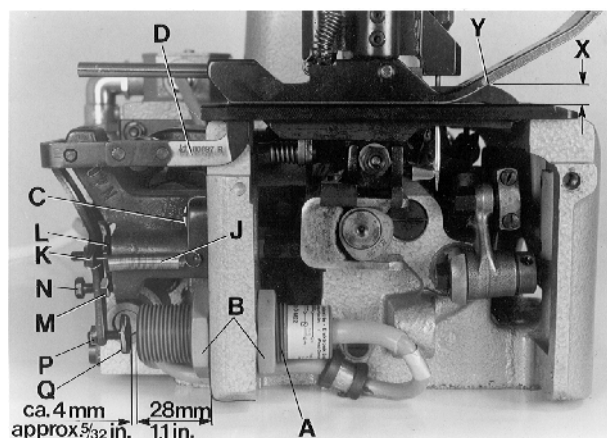
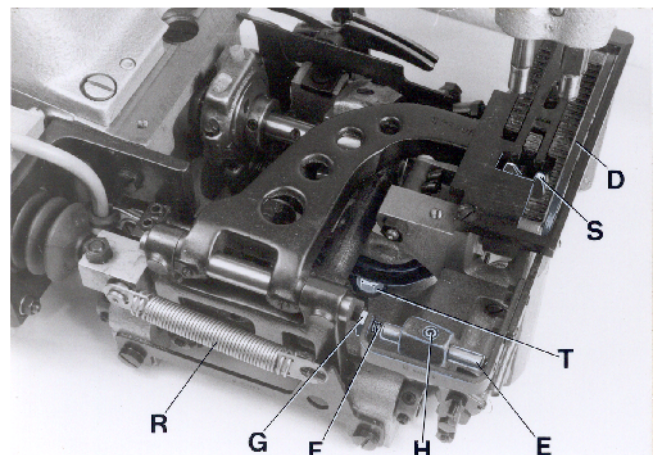

Fig. 14
Fig. 15
Remove cloth plate and left end cover. Mount the electronic proximity switch (A, Fig. 14) to the dimension of 28 mm (1.1"), as shown in Fig. 14.
The feeler (D, Figs. 14 and 15) is adjusted initially with the two fastening screws (C, Fig. 14) for the feeler support bracket.
The feeler (D, Figs. 14 and 15) should not have any lateral play but should turn readily. For this, adjust the centering shaft (E, Fig. 15) with centering screw (F) and lock nut (G) accordingly.
Loosen screw (H, Fig. 15) and center the feeler (D) in the throat plate and presser foot slot, by moving the centering shaft (E) laterally. The feeler must turn readily. Retighten screw (H).
Hang in tension spring (J, Fig. 14).
The feeler should be set as high as possible. The dimension (X, Fig. 14) between upper throat plate surface and upper edge of feeler at the bag entrance zone, should not be less than 7 mm (.275") on styles 80800R, RL, S and SL, and not less than 7.5 mm (.295") on styles 80800TL, TAL, U, UA, UL and UAL.
For adjustment loosen nut (K, Fig. 14) and turn-off screw (L), so that the head of screw does not contact the magnet in the feeler support bracket. Loosen nut (M) and turn the feeler stop screw (N) in or out, as required, to adjust the correct feeler height.
NOTE: When the presser foot rests on the throat plate (feed dog below throat plate), the distance between upper edge of feeler and lower edge of the feeler slot cut-out in the presser foot (see Y, Fig. 14) should be approx. 1 mm (.040") on styles 80800R, RL, S and SL, and approx. 2 mm (.080") on styles 80800TL, TAL, U, UA, UL and UAL.
Secure the set feeler height with lock nut (M, Fig. 14).
Entfernen Sie die Stoffplatte und das linke Abschlußblech. Montieren Sie den elektronischen Annäherungsschalter (A, Fig. 14), wie in Fig. 14 gezeigt, auf das Maß 28 mm.
Mit den beiden Befestigungsschrauben (C, Fig. 14) für den Taster-Lagerbock wird der Taster (D, Fig. 15 und 15) vorläufig ausgerichtet.
Der Taster (D, Fig. 15 und 15) darf kein seitliches Spiel haben, muß sich aber ganz leicht drehen. Stellen Sie dazu die Zentrierachse (E, Fig. 15) mit dem Zentrierstift (F) und die Zentrierachse (E, Fig. 15) mit dem Zentrierstift (F) und der Kontermutter (G) entsprechend ein.
Lösen Sie die Schraube (H, Fig. 15) und vermitteln Sie den Taster (D) durch seitliches Verschieben der Zentrierachse (E) im Stichplatten- und Drückerfußschlitz. Der Taster muß sich frei bewegen können. Ziehen Sie die Schraube (H) wieder an.
Hängen Sie die Zugfeder (J, Fig. 14) ein.
Der Taster soll so hoch wie möglich eingestellt sein. Das Maß (X, Fig. 14) zwischen Stichplattenoberfläche und Tasteroberkante in der Sackeinlaufzone darf bei den Maschinen 80800R, RL, S und SL nicht kleiner als 7 mm und bei den Maschinen 80800TL, TAL, U, UA, UL und UAL nicht kleiner als 7,5 mm sein.
Zur Einstellung lösen Sie die Mutter (K, Fig. 14) und drehen die Schraube (L) soweit zurück, daß der Schraubenkopf den Magneten im Taster-Lagerbock nicht berühren kann. Lösen Sie die Mutter (M) und drehen Sie die Taster-Anschlagschraube (N) entsprechend ein oder aus bis die richtige Tasterhöhe erreicht ist.
BEACHTEN SIE: Wenn der Drückerfuß auf der Stichplatte aufliegt (Transporteur unter der Stichplatte), soll zwischen Oberkante Taster und Unterkante Tasteraussparung im Drückerfuß (siehe Y, Fig. 14) bei den Maschinen 80800R, RL, S und SL ein Abstand von etwa 1 mm und bei den Maschinen 80800 TL, TAL, U, UA und UAL ein Abstand von etwa 2 mm sein. Sichern Sie die eingestellte Tasterhöhe durch Kontern der Mutter (M, Fig. 14).
The switching pressure on the feeler is set with screw (K, Fig. 14).
NOTE: The closer the head of screw (K, Fig. 14) to the magnet the higher the switching pressure on the feeler. Secure the position of screw (K) with lock nut (L).
The electrical switching point of the proximity switch (A, Fig. 14) is determined by screw (Q, Fig. 14). The distance between screw head and the face of the proximity switch is approx. 4 mm (5/32") (see Fig. 14), when the feeler is in home position. This distance of 4 mm (5/32") is not exactly the same for all switches. Connect the machine electrically. With feeler in home position set the proper switching point as follows:
Loosen nut (P, Fig. 14). Turn screw (Q) away from switch, until the switch switches on. Then turn screw (Q) slowly towards the switch, until the switch switches off. Now turn screw (Q) a further 1/2 turn towards the switch. Secure this position of screw (Q) with lock nut (P).
When the solenoid on styles 80800R and S or the air cylinder on styles 80800RL and SL for the chain cutter (S, Fig. 15) is not activated and the chain cutter is in its home position below the throat plate, the knife tips of the chain cutter (S) should be positioned 0.5 mm (.020") below the throat plate top surface.
To obtain this setting, adjust the knife lever stop screw with lock nut (T, Fig. 15) in the bottom of the bed casting accordingly. The slotted thread end of screw (T) is accessible from the bottom of the bed casting for adjustment.
In cutting position, above the throat plate, the cutting edges of the chain cutter (S, Fig. 15) should overlap by 0.3 mm (.012") to assure a proper thread chain cutting.
On styles 80800R and S with solenoid operated chain cutter the core of solenoid (C, Fig. 16) must rest firmly on the solenoid (D) while adjusting the overlapping of the knife cutting edges of the chain cutter. Unhook pull-back spring (R, Fig. 15) and press the solenoid rod against the solenoid until the core of solenoid (C, Fig. 16) butts on the solenoid (D). Loosen nut (A, Fig. 16) and move clamp (B) on the solenoid rod to the left or right, until the cutting edges overlap approx. 0.3 mm (.012"). Retighten nut (A) and replace pull-back spring (R, Fig. 15).
Der Schalldruck am Taster wird mit der Schraube (K, Fig. 14) eingestellt.
BEACHTEN SIE: Je näher der Schraubenkopf der Schraube (K, Fig. 14) am Magneten ist, umso höher ist der Schalldruck am Taster, Sichern Sie die Stellung der Schraube (K) durch Kontern der Mutter (L).
Mit der Schraube (Q, Fig. 14) wird der elektrische Schaltpunkt des Annäherungsschalters (A, Fig. 14) bestimmt. Der Abstand zwischen Schraubenkopf und Stirnfläche des Annäherungsschalters beträgt in Ruhestellung des Tasters etwa 4 mm (siehe Fig. 14). Dieser Abstand von 4 mm ist nicht bei allen Schaltern genau gleich. Schließen Sie die Maschine elektrisch an. Der genaue Schaltpunkt wird in Ruhestellung des Tasters wie folgt eingestellt: Lösen Sie die Mutter (P, Fig. 14). Drehen Sie die Schraube (Q) vom Schalter weg bis der Schalter einschaltet. Dann drehen Sie die Schraube (Q) langsam zum Schalter hin, bis der Schalter ausschaltet. Drehen Sie dann die Schraube (Q) noch 1/2 Umdrehung weiter zum Schalter hin. Sichern Sie die Stellung der Schraube (Q) durch Kontern der Mutter (P).
Wenn der Elektromagnet bei den Maschinen 80800R und S, oder der Luftzylinder bei den Maschinen 80800RL und SL für die Kettenschere (S, Fig. 15) nicht aktiviert ist und die Kettenschere in ihre Ausgangslage unter der Stichplatte ist, sollen die obersten Messerkanten der Kettenschere (S) etwa 0,5 mm unter der Stichplattenoberfläche stehen.
Stellen Sie dazu die Messerhebel-Anschlagschraube mit Kontermutter (T, Fig. 15) unten im Gehäuseguß entsprechend ein. Das geschlitzte Gewindeende der Schraube (T) ist zur Einstellung von der Unterseite des Gehäuse aus zugänglich.